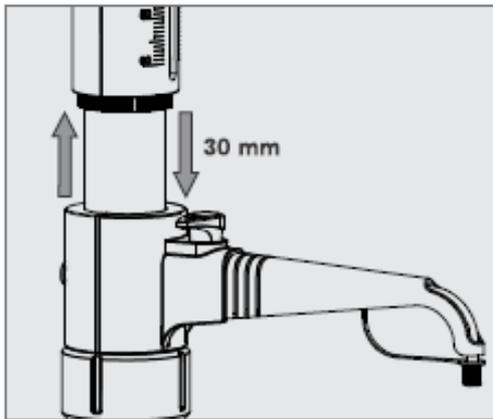

Fig.6
2. Tire lentamente del pistón hacia arriba y empujelo hacia abajo rápidamente hasta el final. Repita este proceso hasta que desaparezcan las burbujas de aire del cilindro. (Fig.6)